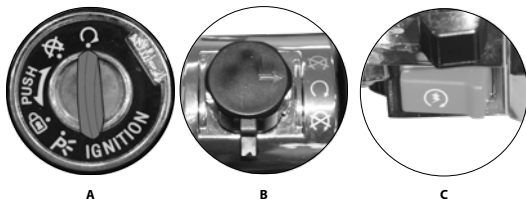

Imagen 32. Encendido de motor.
5. Girar la llave a la posición . Ver imagen 32-A.
8. Girar el interruptor cortacorriente en la posición . Ver imagen 32-B.
10. Presionar la palanca de freno y oprimir el interruptor de arranque eléctrico para dar marcha al motor. Ver imagen 32-C.